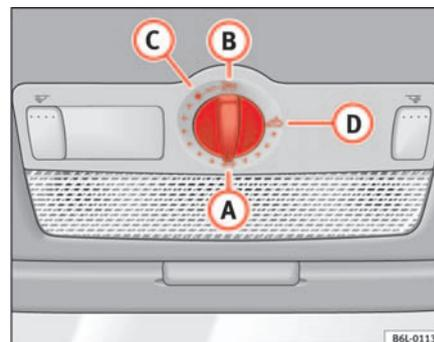

Abb. 52 Ausschnitt aus dem Dachhimmel: Drehschalter Schiebe-/Ausstelldach
- Drehen Sie den Drehschalter in Stellung **(A)** ⇒ Abb. 52 ⇒